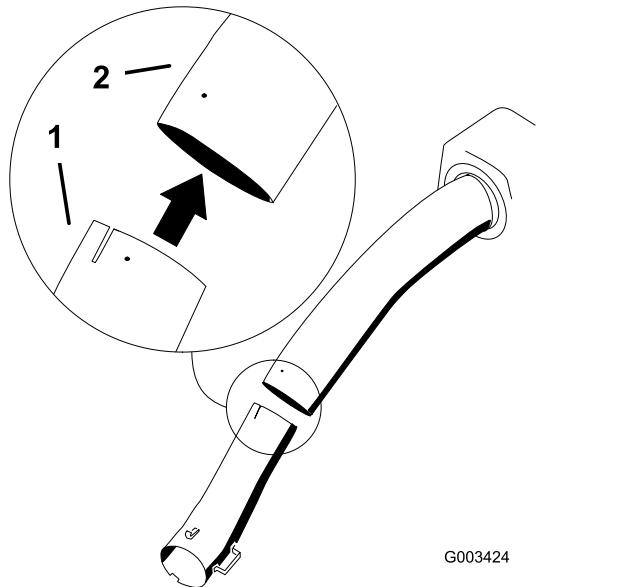

Figura 26
- Instale el tubo inferior en el tubo superior (Figura 26).